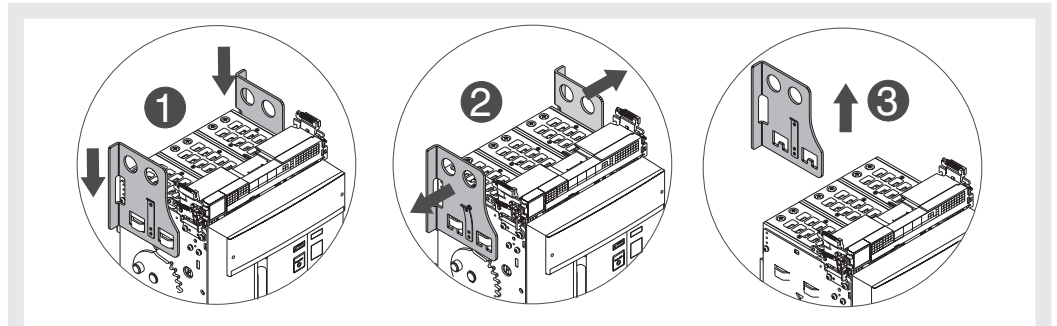

Abbildung 40
5. Die Lasche ausrasten lassen und die Hebeplatten vom beweglichen Teil abnehmen. Siehe Abbildung 40.